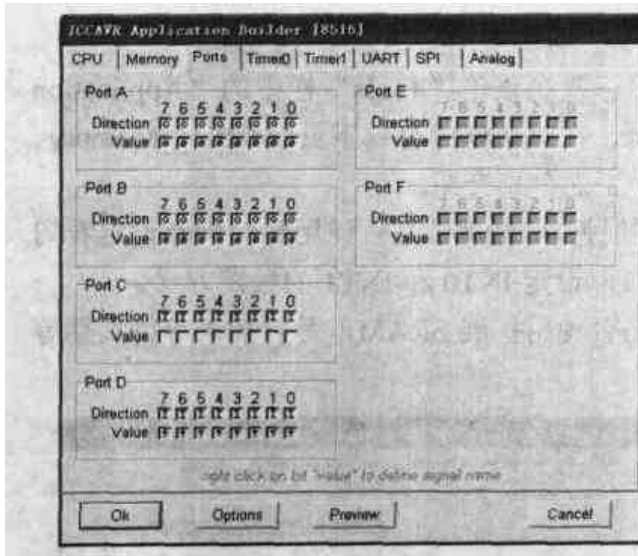

图 3.31 Ports 选项
Ports 选项：如图 3.31 所示，可以设定 I/O 口的特性。表 3.1 为 Ports 选项中符号与端口实际设定的关系。
3. Ports 选项：将 Prot A 和 Prot B 的 Direction 和 Value 均设定为“0”，Port C 的 Direction 设定为“I”，Value 设定为空，Port D 的 Direction 设定为“I”，Value 设定为“↑”，如图 3.31 所示。